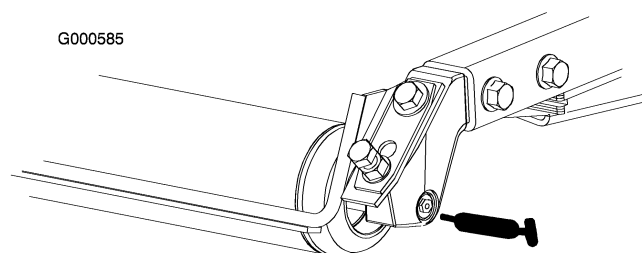

Figura 26
- Cuscinetti a rulli posteriori (2 per apparato di taglio) (Figura 26)
Nota: I raccordi di ingrassaggio sono montati a paro sui rulli (Figura 26) e necessitano di un adattatore per l'ugello dell'ingrassatore a pressione. Per ottenerlo, ordinate il N° cat. 107-1998 presso il Distributore Toro autorizzato di zona.